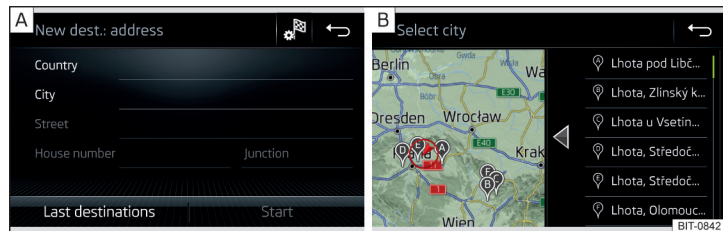

Fig. 159 Introducerea destinației prin intermediul adresei: Meniul principal/lista localităților căutate
- ▶ Introduceți adresa de destinație și apoi confirmați » fig. 159 - [A].
În funcție de numărul de locații căutate, se poate afișa automat o hartă cu o listă a locațiilor căutate » fig. 159 - [B].